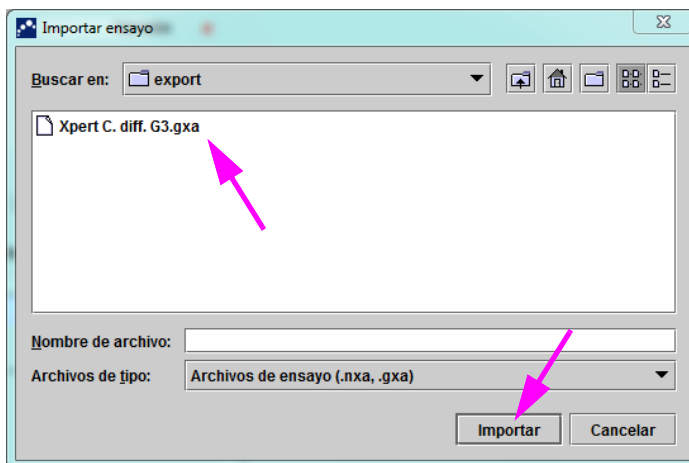

Figura 2-92. Cuadro de diálogo Importar ensayo
2. Haga clic en **Importar**. Aparece el cuadro de diálogo Importar ensayo. Consulte la figura 2-92.
4. Vaya a la carpeta Sistemas GeneXpert. Busque y seleccione el archivo de definición del ensayo (.gxa/.nxa) y, a continuación, haga clic en **Importar**. El nombre y el número de versión del nuevo ensayo aparecen en la lista Ensayo, en la parte izquierda de la ventana, y los detalles sobre el ensayo aparecen a la derecha de la lista. Consulte la figura 2-92.